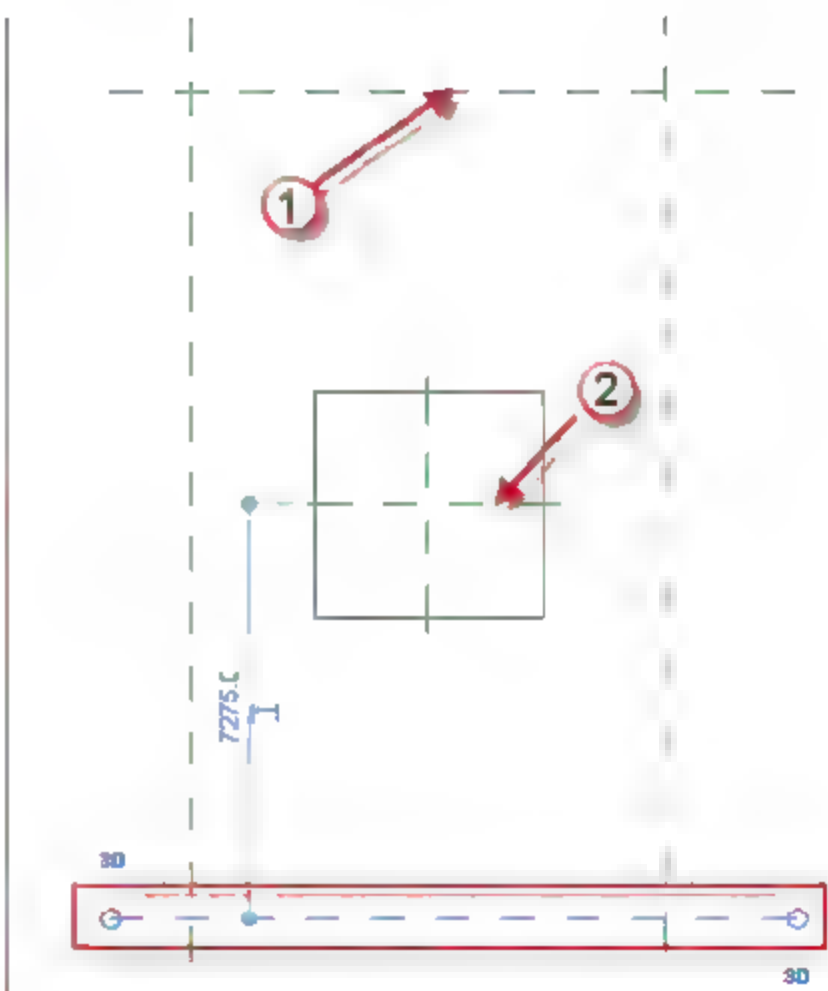

图 12.1.30 镜像辅助线
(5) 镜像辅助线。先选择第 (4) 步骤绘制的辅助线，按两下快捷键 **M**，完成镜像辅助线，如图 12.1.30 所示。